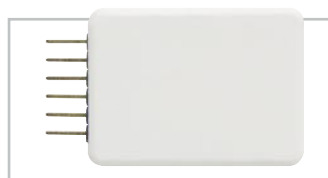
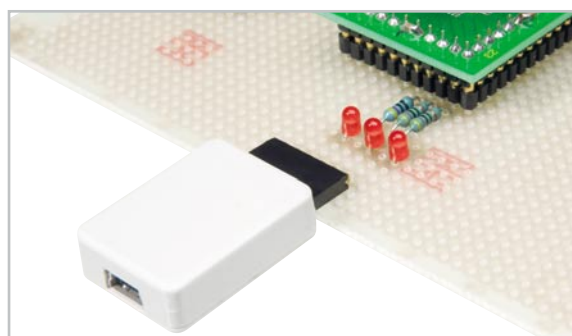

Bild 8: UM 2102 im bearbeiteten Gehäuse
Bild 9: Auch im Gehäuse lässt sich das Modul noch flexibel einsetzen.
– Optional kann man das Modul auch in das Gehäuse DRO3 (Artikelnr.: JB-760-12) einbauen (siehe Abbildung 8). Dafür wird ST 2 mit einer abgewinkelten Stiftleiste bestückt und Aussparungen für die USB-Buchse und die Stiftleiste in das Gehäuse gefräst. So kann das Modul wie ein eigenständiger USB-UART-Umsetzer benutzt, aber auch mal schnell als optionale Debug-Schnittstelle zum Aufstecken verwendet werden. Abbildung 9 zeigt diesen Einsatz. Ein derart ausgeführtes Modul ist so auch der ideale Helfer bei der Entwicklung eigener Applikationen. **ELV**